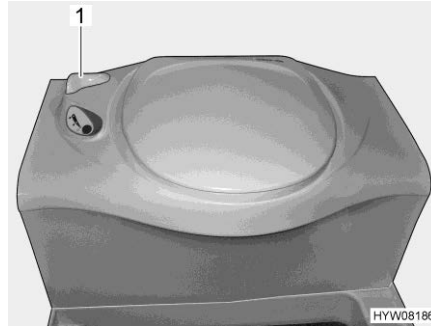

Fig. 158 Toilette Thetford
- Prima di tirare l'acqua, aprire il cursore della toilette Thetford. A tal fine ruotare la leva del cursore (Fig. 158,1) in senso antiorario.
- Dopo aver tirato l'acqua chiudere il cursore. Ruotare la leva del cursore (Fig. 158,1) in senso orario.